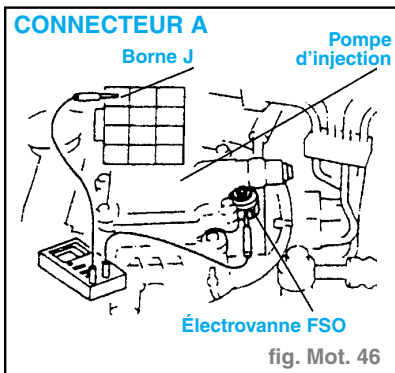

fig. Mot. 46
- Vérifier la continuité entre les bornes dans les situations suivantes. (fig. Mot. 46)